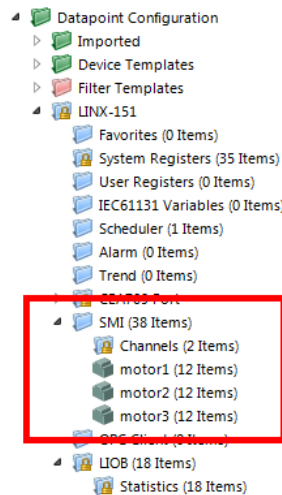

Abbildung 175: Datenpunktmanager mit SMI Geräte-Ordern.
- Die Verzeichnisstruktur (Abbildung 175),